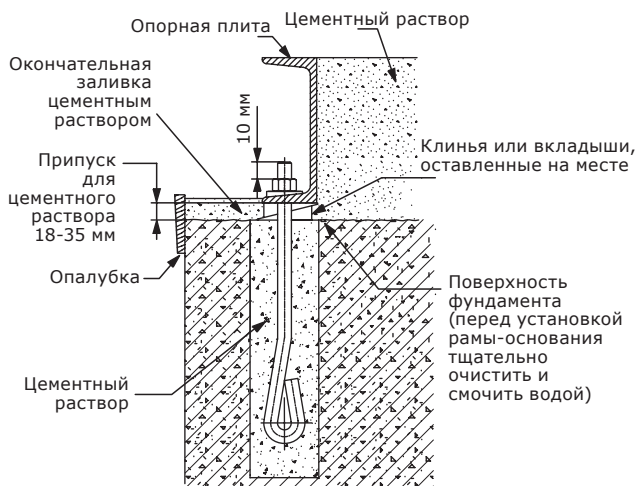

Рис. 23 Установка анкерного болта
должна осуществляться непрерывно на высоте 18–35 мм ниже окончательной высотной отметки основания насоса. На верхней поверхности необходимо выполнить желобки или пазы перед схватыванием бетона для обеспечения соответствующего сцепления с цементным раствором. Анкерные болты должны устанавливаться в колодцы для позиционного допуска, как показано на рис. 23. Предусмотреть болты достаточной длины для цементного раствора, край нижней опорной плиты, гайки и шайбы. Выдержать фундамент в течение нескольких дней перед тем, как приступить к установке насоса. Поверхность фундамента должна быть горизонтальной.
- После центрирования насоса закрепить гайки на анкерных болтах и затянуть их для удерживания опорной плиты от перемещения. Выполнить опалубку вокруг бетонной подушки и залить цементный раствор в раму-основание насоса и вокруг него, как показано на рис. 23. Заливка цементным раствором компенсирует неровности фундамента, равномерно распределяет вес насосного агрегата и предотвращает смещение агрегатов. Используйте разрешенный к применению безусадочный раствор. Перед присоединением трубопровода к фланцам насоса необходимо выдержать рекомендованное время для полного отверждения цементного раствора.